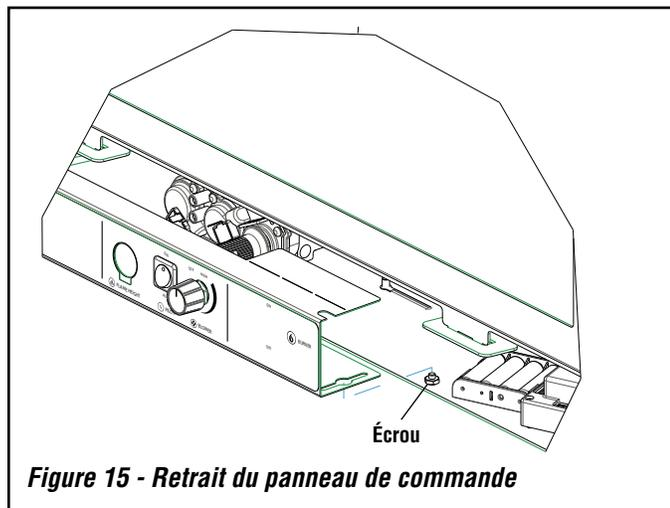

Figure 15 - Retrait du panneau de commande
**Remarque** : Il est conseillé de retirer le panneau de contrôle pour faciliter l'installation (voir figure 15). Le panneau présente des fentes aux endroits où il est monté sur la base. Desserrer les deux écrous de retenue du panneau avec une clé de 3/8 po. Écarter soigneusement le panneau, suffisamment pour accéder à l'arrière. Ne pas écarter trop le panneau pour éviter de séparer les connexions.